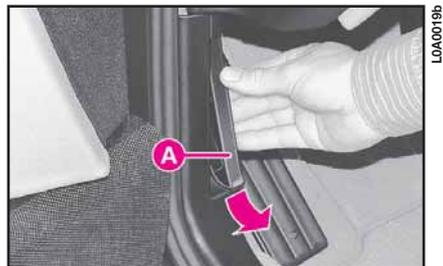

fig. 212
- 2) Tirare la leva A (fig. 212) nel senso indicato dalla freccia.